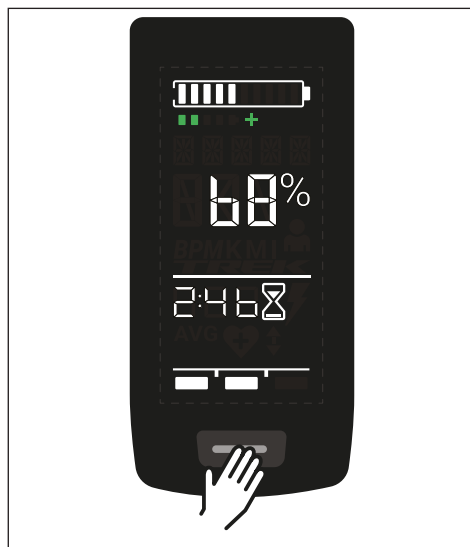

Fig. 3: Botón en Display
- ▶ Conecte la unidad de accionamiento **brevemente** pulsando el botón (véase Fig. 3) en el Display.
- ▶ Apague la unidad de accionamiento pulsando **prolongadamente** el botón (véase Fig. 3) en el Display.